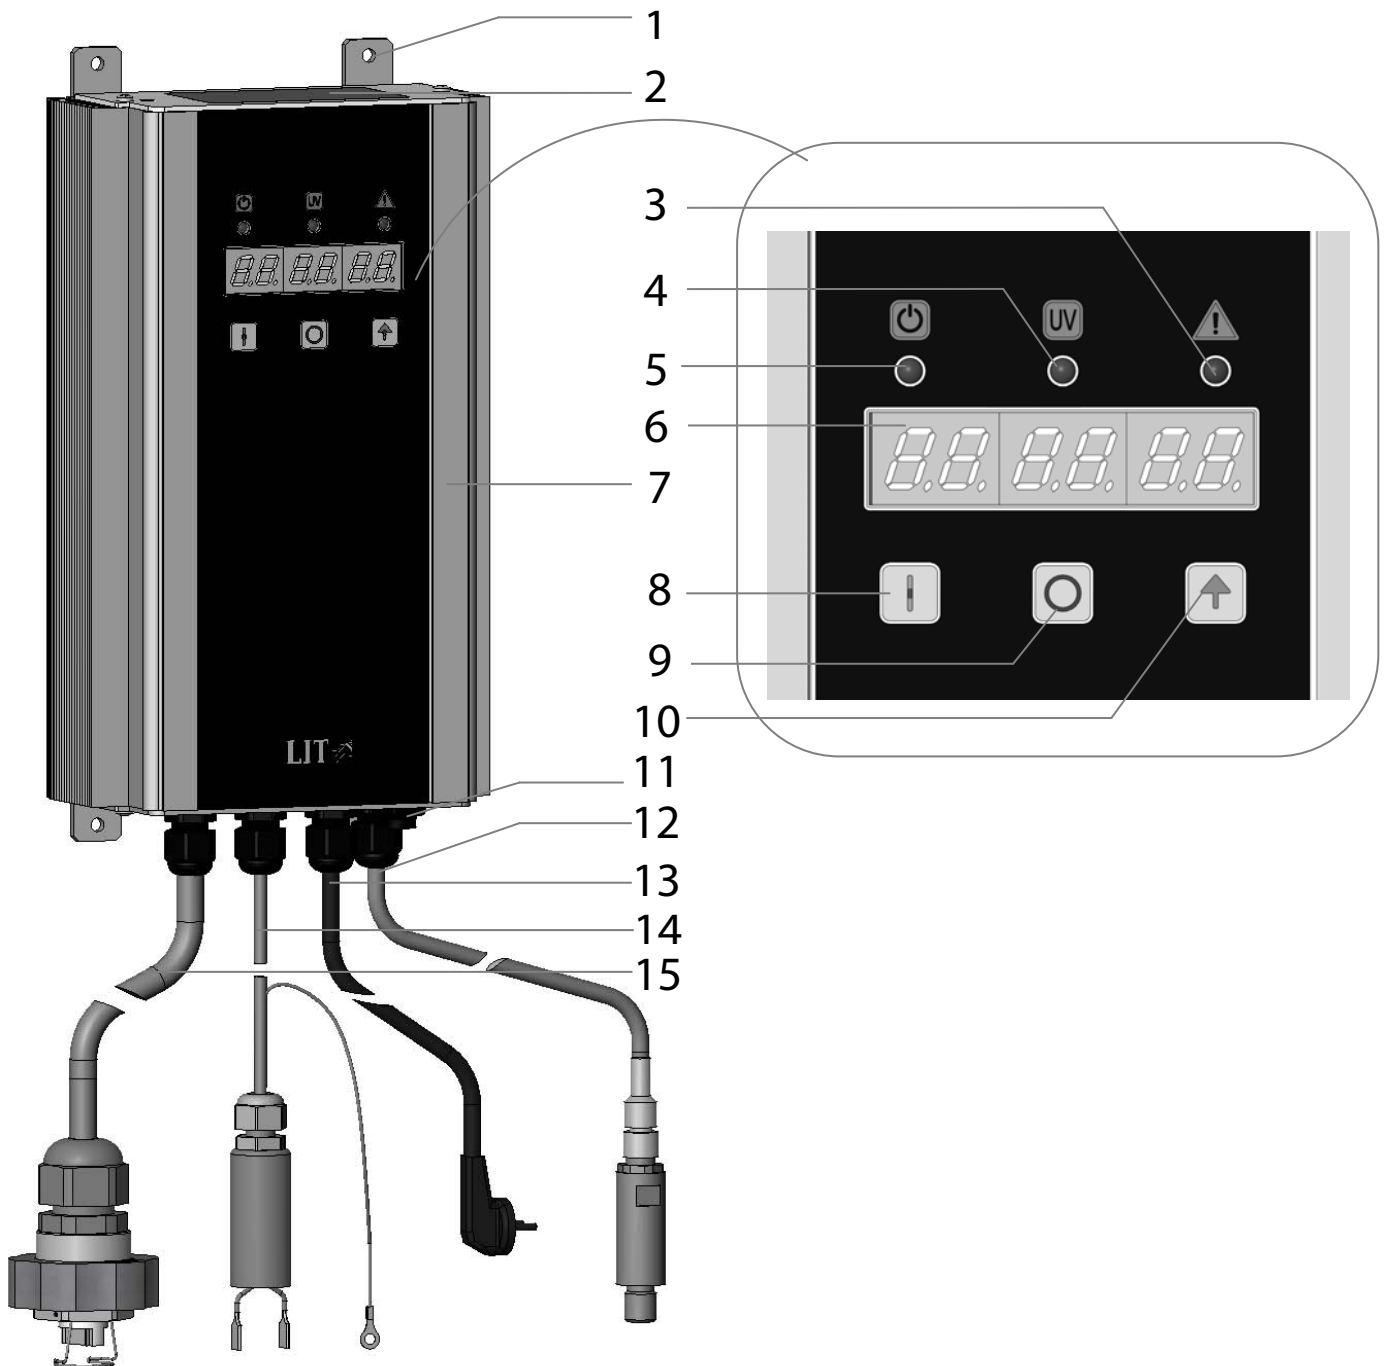

Рисунок 3. Пульт управления
- ПУЛЬТ УПРАВЛЕНИЯ (см. Рисунок 3) предназначен для управления установкой и контроля за её работой, а также для размещения электронного пускорегулирующего аппарата (ЭПРА).
Пульт управления обеспечивает выключение УФ лампы при обнаружении аварийных состояний с отображением на дисплее 6 (см.Рисунок 3) кода ошибки, при этом светится или мигает индикатор . В таблице 3 представлены сообщения об ошибках, вероятные причины и методы их устранения. Ошибки с кодами «Е» и «F» сбрасываются только отключением питания пульта управления. При других ошибках пульт управления можно выключить нажатием кнопки или повторно перезапустить нажатием кнопки .
Пульт управления имеет возможность дистанционной блокировки работы лампы с отображением на дисплее (поз. 6 см. Рисунок 3) сообщения «  ». Допускается использование контакта реле или электронного ключа с падением напряжения не более 2В при токе 5мА. Если во время работы произойдет размыкание цепи дистанционного выключения, лампа выключится, световой индикатор  (см. Рисунок 3) погаснет, а на дисплее отобразится надпись «  ». При замыкании цепи пульт управления, если до этого он был включен вручную, автоматически перейдет в режим предварительного прогрева и далее работы лампы.
Пульт управления имеет встроенный счетчик времени наработки лампы в часах. При наработке более 12000 часов дисплей б (см. Рисунок 3) мигает, последовательно отображая текущую интенсивность  $U \text{ XX.X}$  и время наработки  $H \text{ 12345}$ . Точность подсчета времени  $\pm 3\%$ . После замены УФ лампы на новую счетчик наработки нужно обнулить (во время работы УФ лампы).